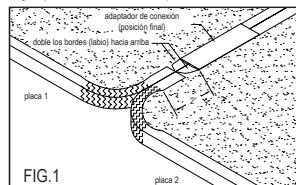

FIG. 1
3. Para unir lateralmente dos o más placas de estufa / protectores de suelo / revestimientos de pared / extensores de hogar del Tipo 2 HY-C, utilice un kit conector de placas HY-C de estufa (Parte # ULCK - se vende por separado). Este kit contiene arandelas conectoras para unir dos de las mayores placas de estufa / protectores de suelo / revestimientos de pared / extensores de hogar. (Puede ser necesario tener que levantar el labio de metal de la peca de estufa / protectores de suelo / escudos de pared / protectores de brasas de Tipo 2 HY-C, en el borde para iniciar la instalación de los ganchos. Los ganchos pueden ser fijados en su lugar golpeándolos ligeramente con un martillo.) Ver fig. 1. Para evitar que las brasas o carbones entren en contacto con la estructura de combustible que está debajo de las placas de estufa / protector de suelo / revestimientos de pared / protectores de brasas, los ganchos de conexión suministrados con el kit conector de placas HY-C (Parte # ULCK - se vende por separado), se deben instalar de acuerdo con las instrucciones de las placas de estufa / protectores de suelo / revestimiento de pared / protector de brasas de Tipo 2 para que no quede expuesto ningún material combustible después de la instalación de las mismas.